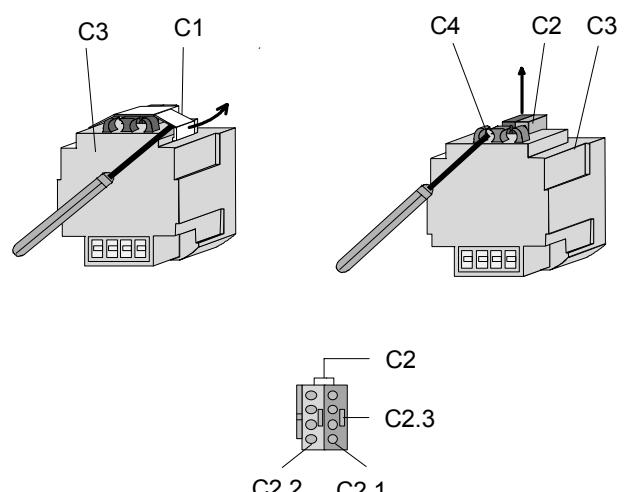

Bild 3: Busklemme abziehen/aufstecken
**Busklemme abziehen/aufstecken (Bild 3)**
**Busklemme abziehen (Bild 3)**
Busklemme aufstecken (Bild 3)